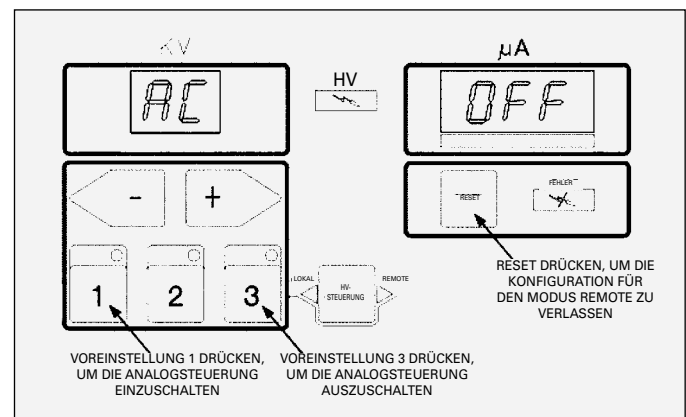

Abbildung 33: Konfigurationsmenü des Modus Remote
- Halten Sie die Tasten (+) und (-) während der Anlaufsequenz weiter gedrückt, bis auf dem Bildschirm „AC“ im kV-Display links angezeigt wird, siehe Abbildung 33.